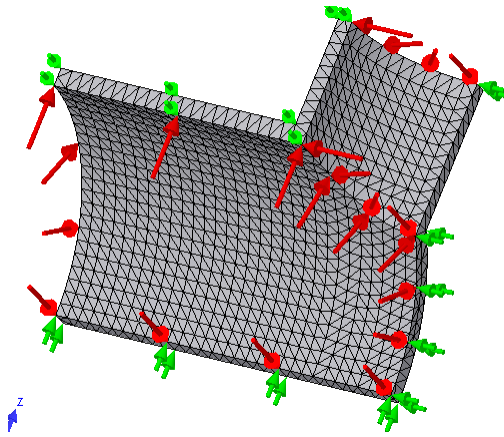

Рис. 1.23. Скінченноелементна модель хрестовини прикладеними навантаженнями
14. Спостерігаємо результат побудови сітки (рис. 1.23). З контекстного меню, відповідного до піктограми **Static Analysis - Pressure**, запускаємо розрахунки командою **Run** (Запустить).